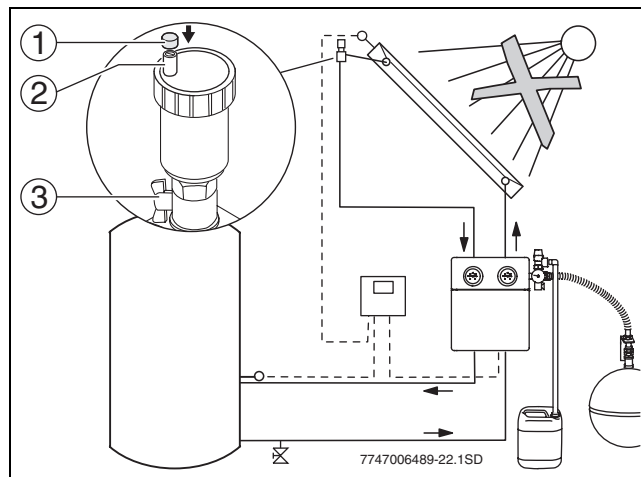

Fig. 25 Ouvrir le purgeur
- ▶ Fermer le robinet de droite (2) sur la station solaire ainsi que le robinet du purgeur (→ figure 25, (3)).
- Fermer les robinets de remplissage et de vidange (3) sur la station solaire.